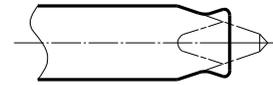

Fig. 2
(4) Não perfure no mesmo sítio durante um longo período de tempo. Se a perfuração for muito longa, há um aumento da temperatura na extremidade do guilho, a dureza diminui, originando um desgaste prematuro, como mostra a Fig.2.